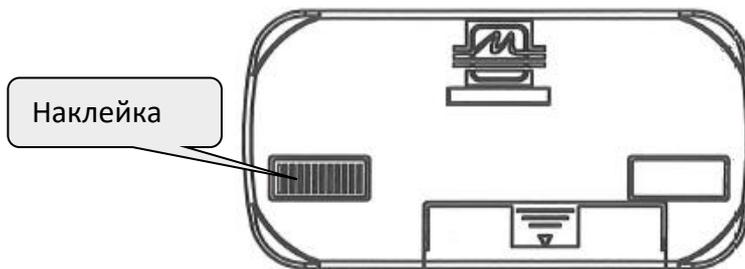

Рисунок 20 - Место наклейки с указанием серийного номера измерительного блока на блоке индикации Милур Т
4.3.2.3 Сверить серийный номер счетчика в корпусе SPLIT на измерительном блоке и на блоке индикации Милур Т (рисунок 20). Блок измерительный и блок индикации из разных комплектов (упаковок) прибора с разными серийными номерами не смогут взаимодействовать.